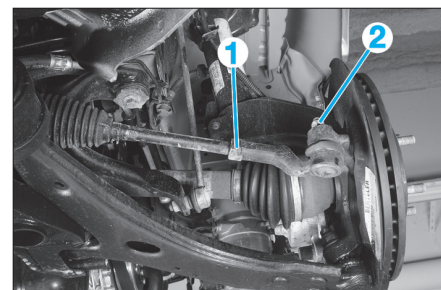

FIG. 11
- Débloquer l'écrou (1) (Fig.11).